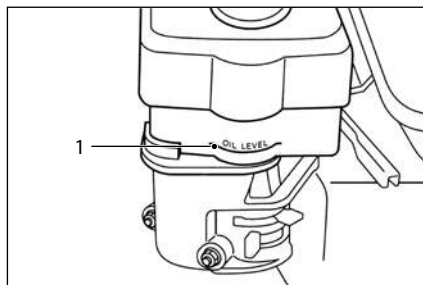

Рис. 22
5. Для инерционно-масляного фильтра: слейте отработанное масло из масляной ванны, прочистите ее и залейте чистое моторное масло до отметки 1 «OIL LEVEL» (рис. 22).